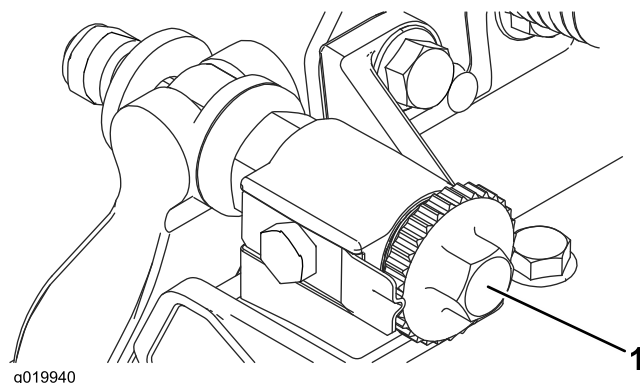

Bild 30
1. Lockern Sie den Kontakt zwischen Spindel und Untermesser, indem Sie die Einstellhandräder des Untermessers (Bild 30) nach links drehen, bis kein Kontakt besteht.